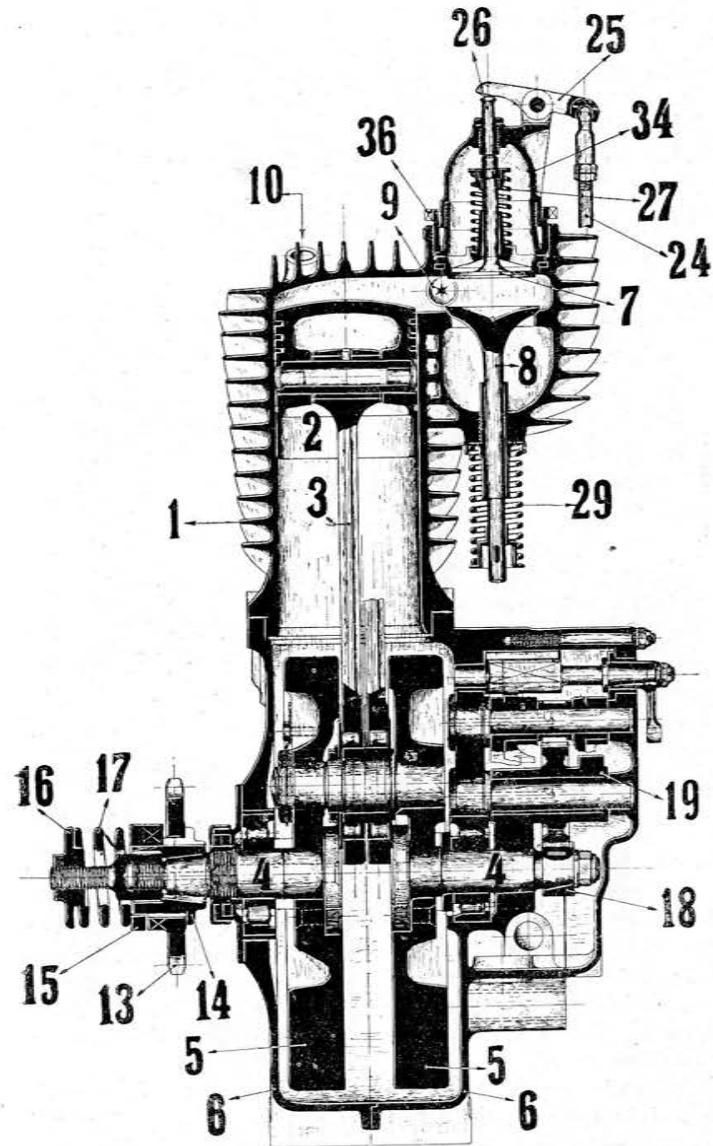
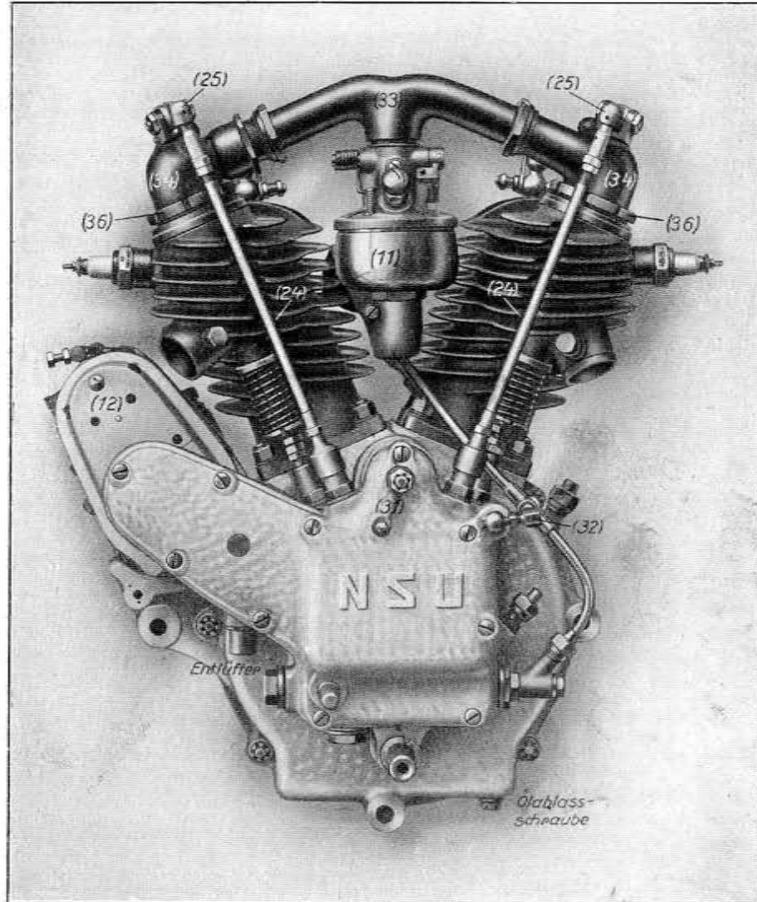

Abb. 2.
Abb. 5.
Da die Arbeitsweise und Konstruktion jedes Zylinders dieselbe ist, so dürfte der in Abb. 2 gezeigte Längsschnitt zur Erklärung für die im Innern befindlichen Triebwerksteile gut verständlich sein.
Der Antrieb der Ventilsteuerung erfolgt nach Abb. 2 und 4 durch das auf der Kurbelachse (4) sitzende Zahnrad (18), welches das mit zwei Nocken versehene Zahnrad (19) antreibt. Auf der Nabe dieses Zahnrades liegen unter Zwischenschaltung kleiner Rollen die Einlaß- und Auslaßnockenhebel (20) und (21), welche auf der Achse (22) drehbar gelagert sind und sich unabhängig von einander be-
wegen. Durch die auf den Einlaßnockenhebeln (20) liegenden Stößel (23) wird mit Hilfe der Ventilstangen (24), s. Abb. 5 der oberen Steuerhebel (25) sowie des Stößels (26) das Einlaßventil (7) periodisch geöffnet und durch die in Abb. 2 ersichtliche Spiralfeder (27) wieder geschlossen. — Die Betätigung des Auspuffventils (8) geschieht ebenfalls vom Zahnrad (19) aus unter Zwischenschaltung der auf
den Auslaßnockenhebeln (21) gelagerten Stößel (28); der Ventilschluß wird durch die Feder (29) bewirkt. — Die Aufhebung der Kompression bzw. das Anheben der Auspuffventile erfolgt durch den Auspuffventilheber (30), der in seinem hinteren Teil als Schlüssel ausgebildet ist und durch Drehung zwischen den beiden Lappen (21a) der Auslaßnockenhebel (21) eine Sperrung der letzteren bewirkt. Die äußere Anordnung ist aus Abb. 5 deutlich ersichtlich.